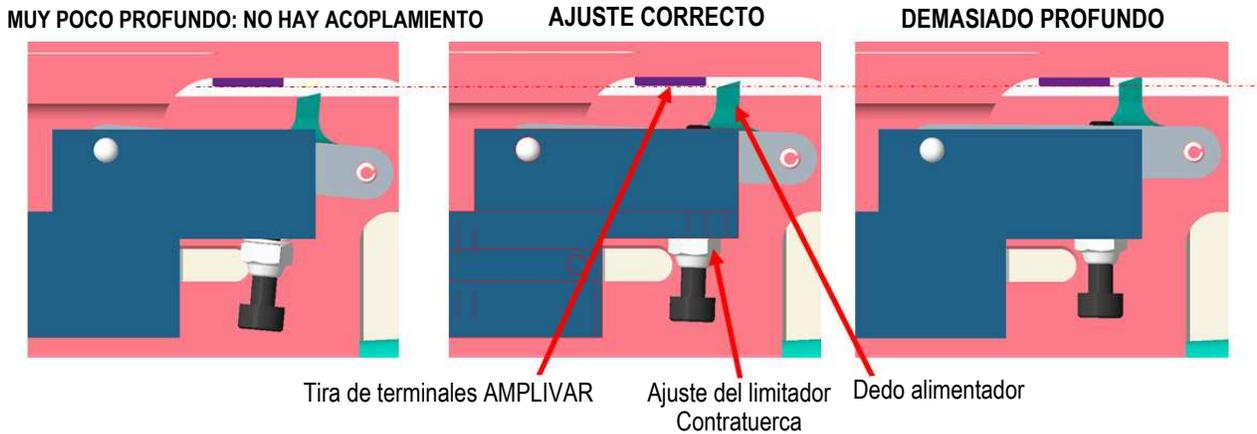

Figura 18
2. Cargue la tira de terminales hasta que llegue al dedo alimentador. NO cargue la tira de terminales más allá del dedo alimentador (consulte la Figura 18).
3. Ajuste la tuerca hexagonal de bloqueo del par de apriete (986965-7) hasta que se ajuste el dedo alimentador (consulte la Figura 18).
El arrastre debe aplicar suficiente presión a la tira de terminales para evitar que la tira se salga del dedo alimentador cuando este se contraiga para recoger el siguiente punto de alimentación. Si es necesario, ajústelo del modo indicado a continuación (consulte la Figura 18):
3. Gire la rueda de ajuste (2161481-1) a la medida «L» apropiada para el terminal que se está procesando (consulte la Figura 18). La medida «L» de los terminales AMPLIVAR se indica en la ilustración 2161490.